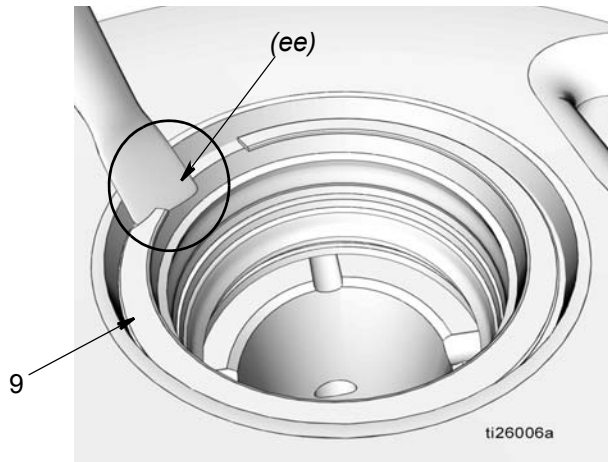
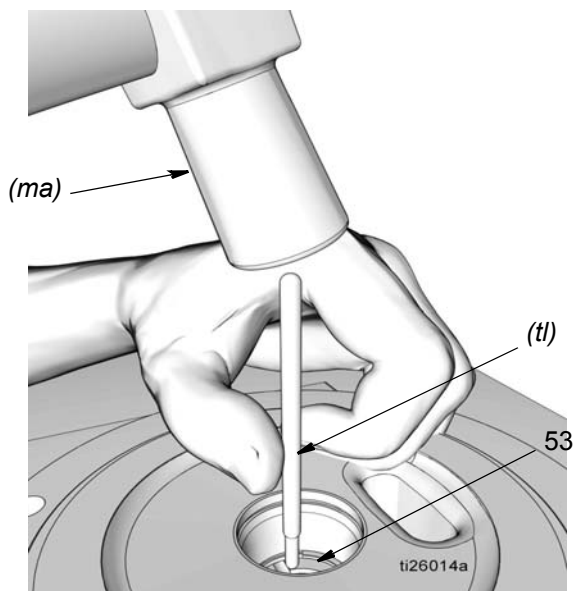

FIG. 26
FIG. 27
- a. Glisser la lame d'un petit tournevis à tête plate sous l'extrémité effilée (ee) de l'anneau de retenue (9) et déposer l'anneau comme indiqué à la FIG. 26.
- b. Retirer l'entretoise conique (10), le joint (11) et l'entretoise (12).
- c. Glisser la lame d'un petit tournevis à tête plate sous l'extrémité effilée (ee) de l'anneau de retenue (51) pour déposer l'anneau comme indiqué à la FIG. 26.
- d. Retirer l'entretoise (12), le joint (11) et l'entretoise (12).
**NE PAS RETIRER LE DERNIER ANNEAU DE RETENUE (51).**
19. Utiliser une tige en laiton doux (*tl*) et un marteau pour extraire le manchon (53) de l'élément de pompe de la base de la pompe (1) en tapant doucement dessus (FIG. 27).